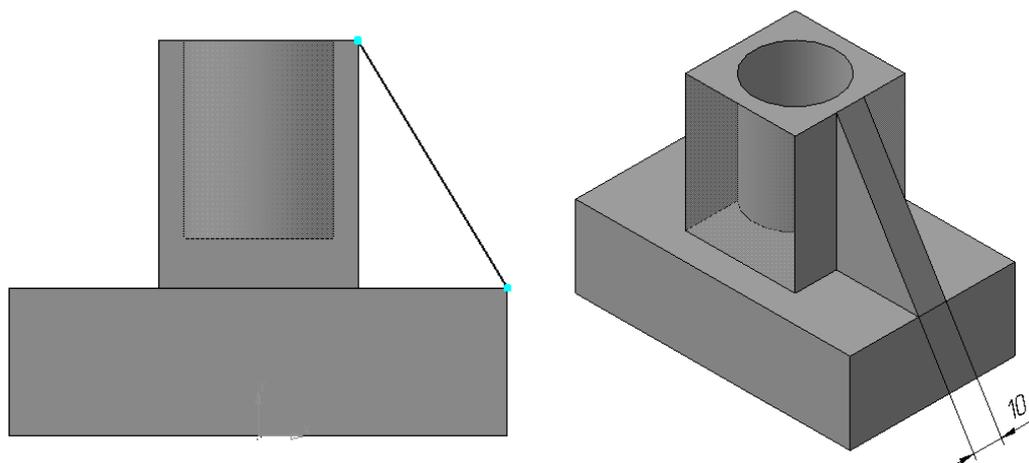

Рисунок 35
5. Для построения ребер жесткости выбираем в дереве модели плоскость **XУ**. Построение выполняется поочередно. Построим  **Эскиз** (тип линии – *основная*) (рисунок 35).